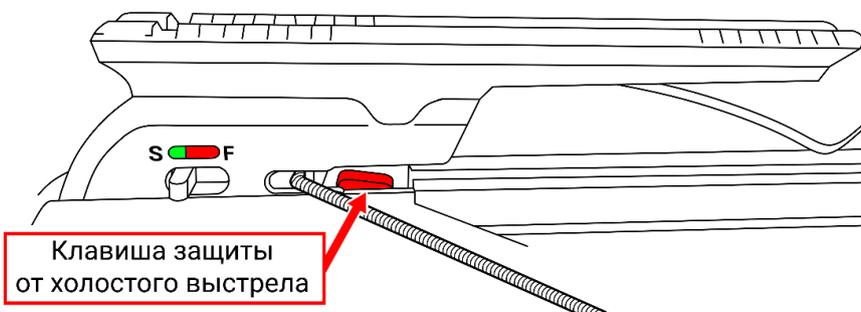

Рис. 12
2. Пока предохранитель включен, работает защита от холостого выстрела, которая **не дает снять предохранитель**, пока на направляющей нет стрелы (Рис.12).